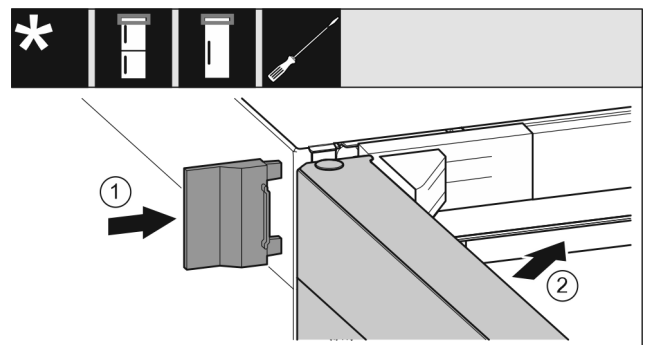

Fig. 19
- ▶ Насуньте зовнішню кришку. *Fig. 19 (1)*
- ▶ Закрийте верхні дверцята. *Fig. 19 (2)*